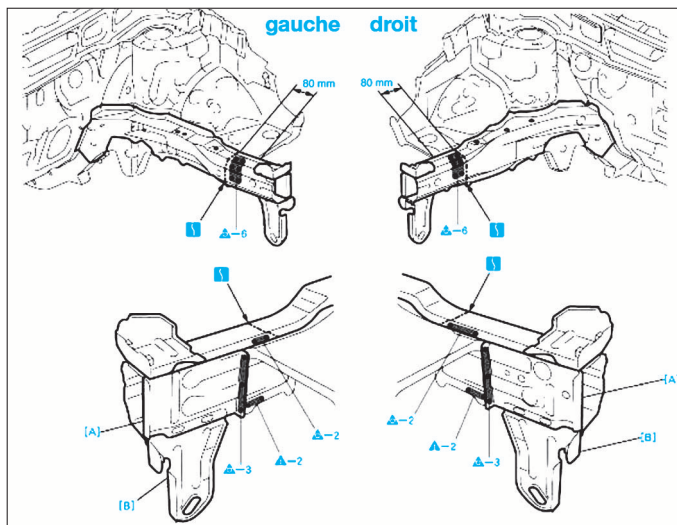

FIG. 13
- le prolongement de longeron avant (A).
- Dépointer aux endroits indiqués (Fig.13).